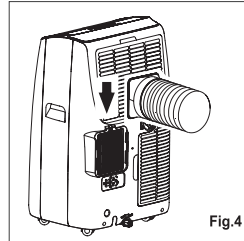

Fig.4
3. Installez l'entrée du tuyau dans l'unité (Fig. 4).